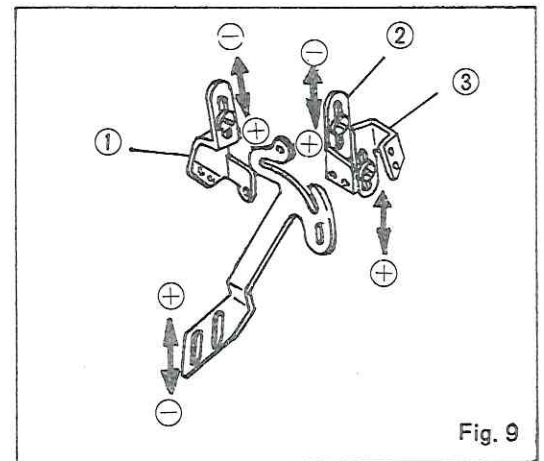

Fig. 9
- Ecrrou de tension ① Contrôle le fil de l'aiguille du point surjet
- Ecrrou de tension ② Contrôle le fil du boucleur supérieur
- Ecrrou de tension ③ Contrôle le fil du boucleur inférieur
- Ecrrou de tension ④ Contrôle le fil de l'aiguille de chainette ou le fil de l'aiguille du surjet côté gauche
- Ecrrou de tension ⑤ Contrôle le fil du boucleur du point de chainette.
(2) Needle Thread Control Fig. 9
- In case of sewing type 504, 512, & 514, push Thread guide ① and ② to lowest point. And up to highest point for sewing type 503, 505.
- Set Thread Guide ③ in the center of groove
Control hilo-aguja. Fig. 9
Contrôle du fil de l'aiguille Fig. 9